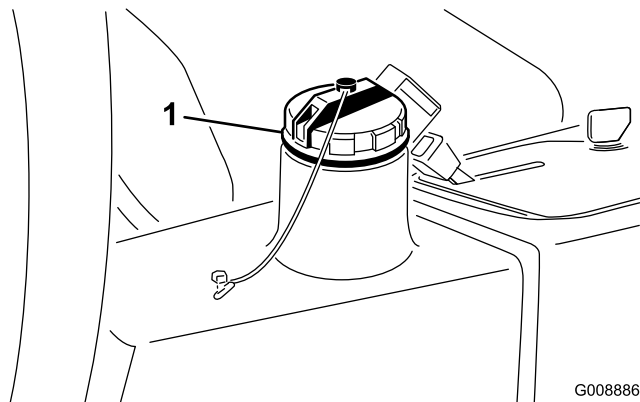

Figura 40
2. Limpe a zona em redor do tubo de enchimento e da tampa do depósito hidráulico (Figura 40) e retire a tampa.